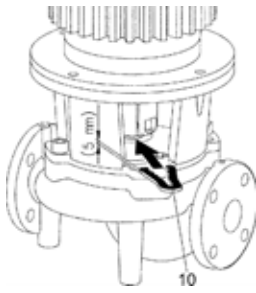

Fig. 18: Montagegaffel för inställning
Vid alla monteringsarbeten måste montagegaffeln (Fig. 18, pos. 10) användas för att ställa in en korrekt pumphjulsposition i pumphuset!